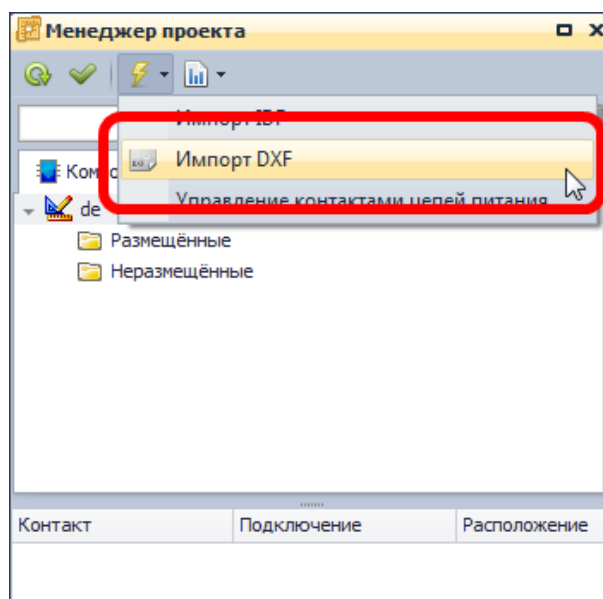

Рис. 692. Вызов импорта DXF
3. В группе команд «Действие», обозначенных кнопкой ⚡, выбрать пункт «Импорт DXF», см. Рис. 692.